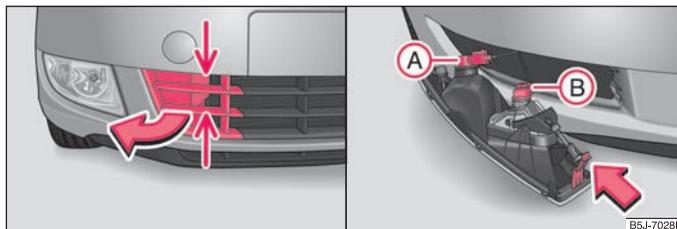

Abb. 166 Vorderer Stoßfänger: Schutzgitter / Ausbau des Nebelscheinwerfers
- Greifen Sie das Gitter an den mit Pfeilen gekennzeichneten Stellen ⇒ Seite 204, Abb. 166 links an und nehmen Sie es heraus.
- Führen Sie die Hand in die Öffnung, in der sich das Gitter befand und drücken Sie die Federfalle ⇒ Seite 204, Abb. 166 rechts.